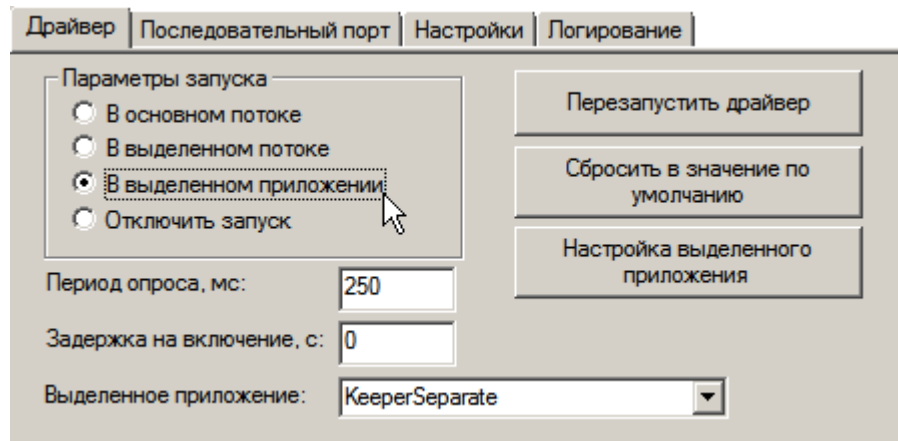

Рисунок 7 — Частные свойства элемента **Драйвер Cerberus ECO**, вкладка **Драйвер**
4. На вкладке **Драйвер** в группе **Параметры** запуска задайте значение **В выделенном приложении** (рисунок 7).